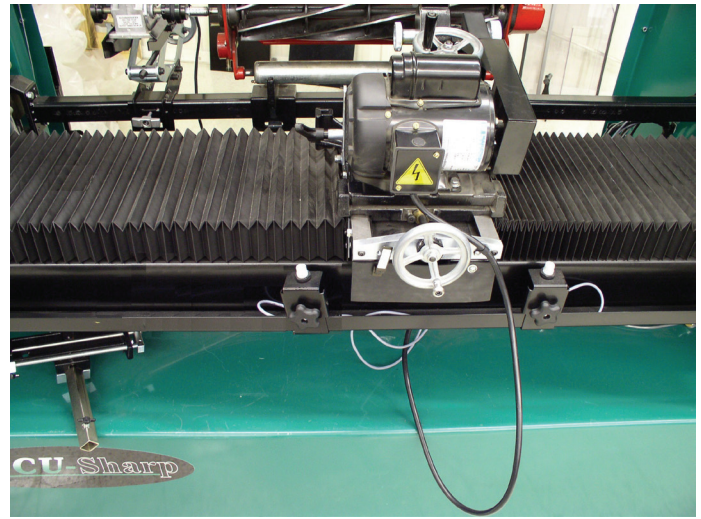

Fig. 65
K. Hvis slibeskiven kun kommer i kontakt med en del af cylinderen, justeres fremføringsstoppet, så slæden bevæger sig en smule længere end kontaktområdet. Mens slæden føres ind, og skiven kommer i fuld kontakt med dette område, flyttes fremføringsstoppet 6-8" væk. Dette vil øge hastigheden, hvormed en kegleformet cylinder slibes i præcis cylinderform. Se fig. 65.